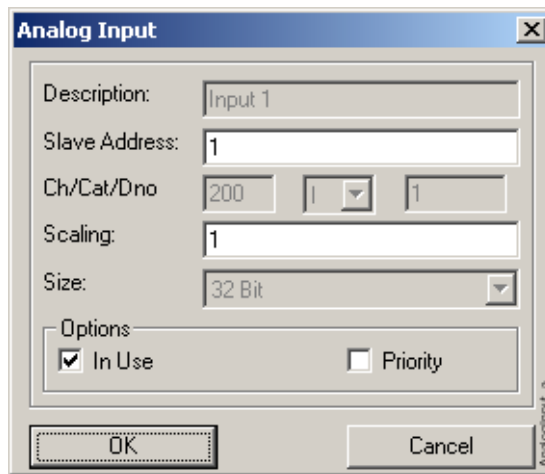

Bild 5.4.8.1.-1 Analog Input -Konfigurierungsdialog
2. Ein Dialog wird geöffnet, indem Sie die Einstellungen des spezifischen Signals modifizieren können, sehen Sie Bild 5.4.8.1.-1. Die Felder, die Sie nicht konfigurieren können, sind gedämpft.